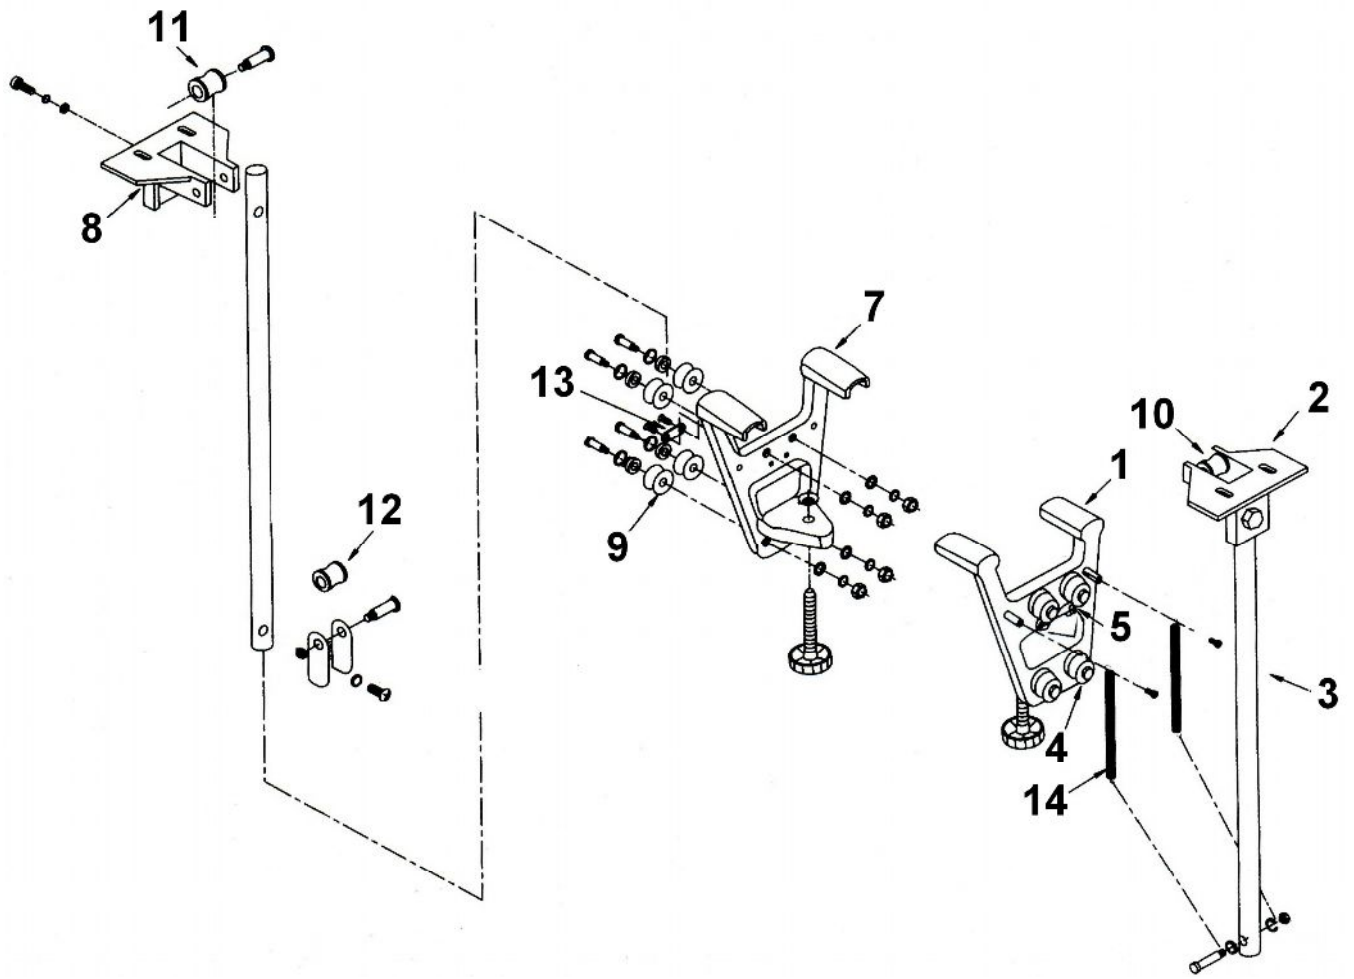

Рисунок 2
3. Достать из коробки плоский ремень и прикрутить прижимной пластиной один конец ремня к переднему подъемнику. Провести последовательно как указано на рисунке 3 через ролик (рис. 2 поз. 10), потом над столом и через ролики (11) и (12) в заднем подъемнике. Зажать конец ленты прижимной пластиной.
4. Зафиксировать пружины 14 (Рис. 2) одним концом к струбцине, а другим концом к стержню переднего подъемника, как указано на фото 1
6. Натянуть ремень (14), потягивая за один конец таким образом, чтобы линейка лежала всей поверхностью на раскройном столе, и потом зажать прижимную пластину. Несколько раз поднять и опустить направляющую линейку за конец прикрученный к переднему подъемнику. Если один из концов при опускании линейки не полностью прилегает к поверхности стола то нужно провести регулировку натяжения ленты подъемного механизма. Регулировку произвести следующим образом: натянуть или ослабить натяжение ремня, чтобы при опускании линейки на рабочий стол, она прилегала к столу всей поверхностью.